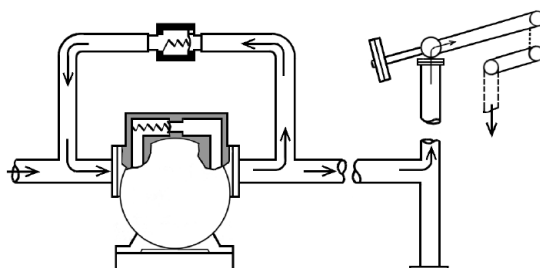

Figure 4
- Si on doit fermer fréquemment la tuyauterie de refoulement (remplissage de tonneaux de grandes dimensions ou avec un débit élevé), il est indispensable de prévoir l'application d'un by-pass effectif à placer entre l'aspiration et le refoulement, (fig. 4 ci-dessous).